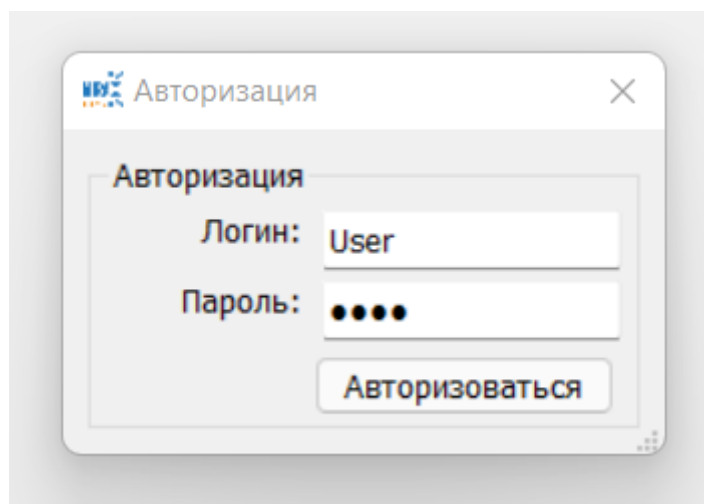

Рис. 4. Окно авторизации.
3. Введите логин и пароль, который соответствует уровню доступа, нажмите и отпустите кнопку «Авторизоваться» Рис. 4, при успешной авторизации появится всплывающее